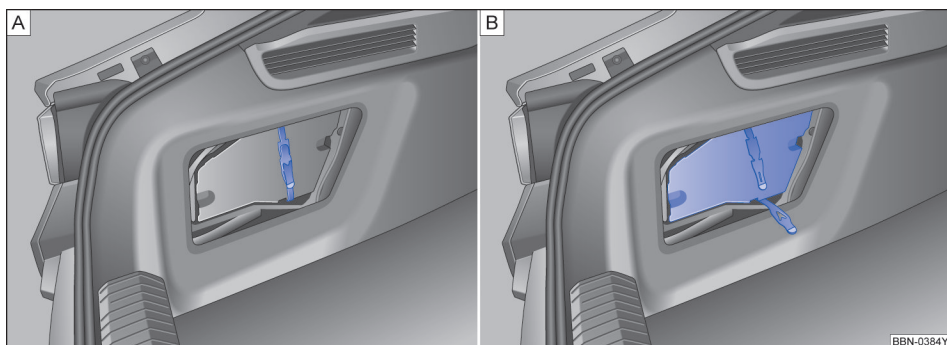

图 152 行李厢内的随车工具
- 解开固定带→图 152 A，将绑带两端粘至内饰毛毡上→图 152B。
- 取出随车工具包→图 152 B。